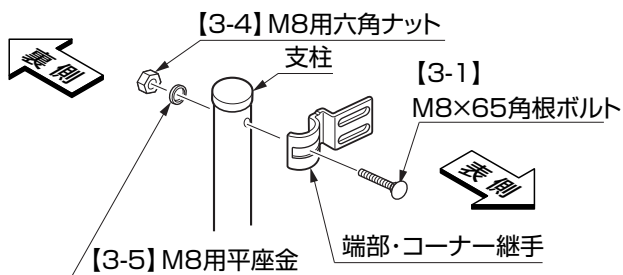
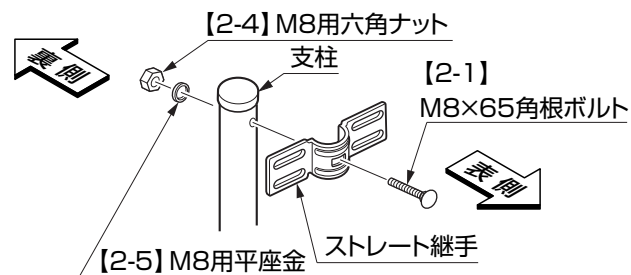

図2-1 端部
図2-2 中間部
- ①支柱の上部にストレート継手を【2-1】【2-4】【2-5】で固定、端部・コーナー継手を【3-1】【3-4】【3-5】で固定してください。(図2-1、図2-2参照)